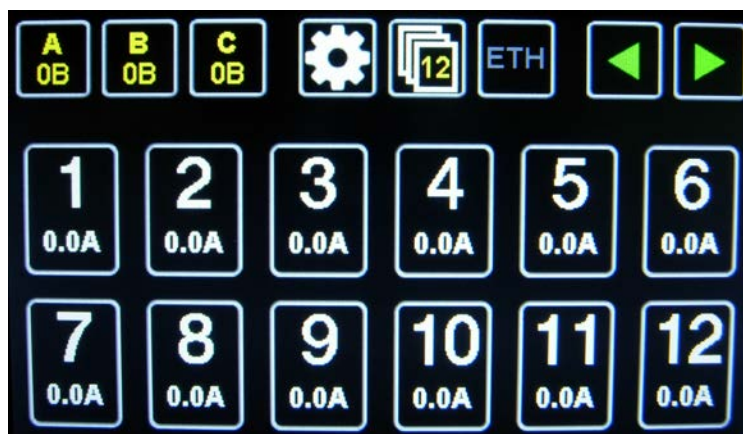

Рисунок 3: Сенсорный экран
- в режиме проверки или настройки оборудования с помощью сенсорного экрана, расположенного внутри блока на контроллере управления (Рисунок 3).